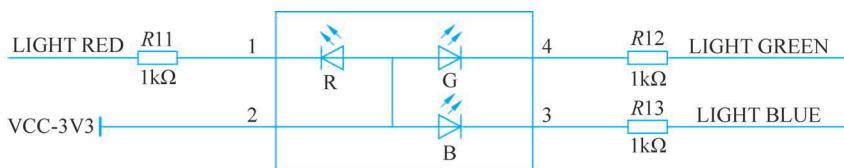

图 3-6 三色灯电路图
(1) LED 三色灯。红(R)、绿(G)、蓝(B)三色灯电路原理图,如图 3-6 所示。三色灯的型号为 1SC3528VGB01MH08,内含红、绿、蓝三个发光二极管。在图 3-6 中,每个二极管的负极外接限流电阻后接入 D1-H 引脚,只要 D1-H 内的程序控制相应引脚输出低电平,对应的发光二极管就亮起来了,达到软件控制硬件的目的。